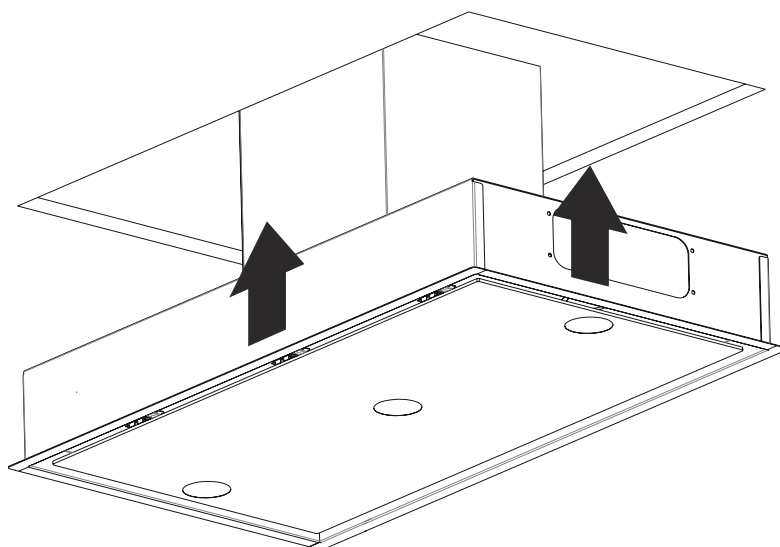

Fig. 15
**4.** ➤ Produkten skjuts upp i hålet (Fig. 15).